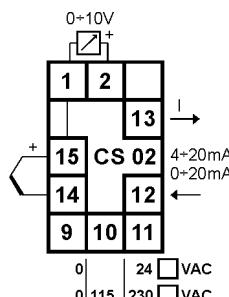

Fig.2
**INSTALLAZIONE:** seguire fig.2.
**INSTALLATION:** see fig.2.